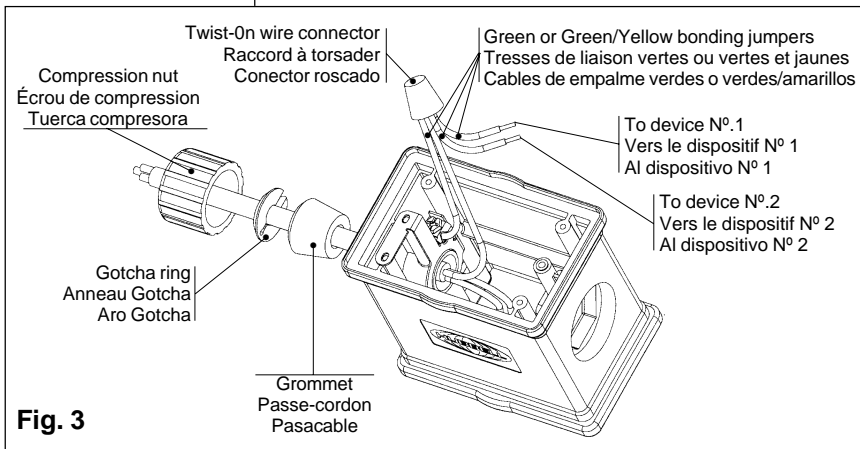

Fig. 3
- Cut and strip two or three (as required ref. Fig. 3) green or green/yellow ground bonding jumpers per figure 2. "B" per twist-on wire connector instructions.
- Couper et dénuder deux ou trois (tel que requis dans la figure 3) tresses de liaison à la masse vertes ou vertes et jaunes selon la figure 2. «B», selon les directives pour le raccord à torsader.
- Insert one end of the flexible cord through the compression nut, Gotcha® compression ring, grommet and tapered hole of the portable outlet box, as shown in fig 3.
- Insérer une extrémité du cordon souple dans l'écrou à compression, l'anneau de compression GotchaMD, le passe-cordon et l'ouverture conique de la boîte de prises baladeuse tel qu'illustré à la figure 3.